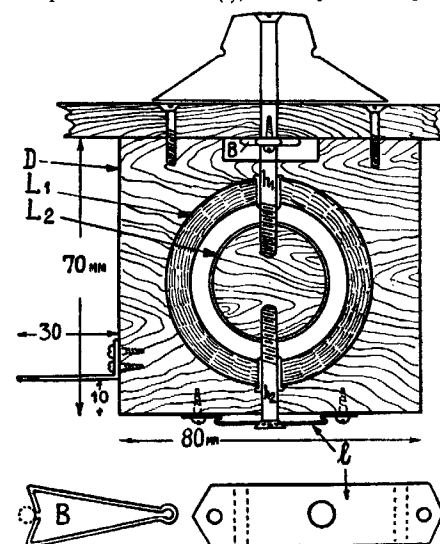
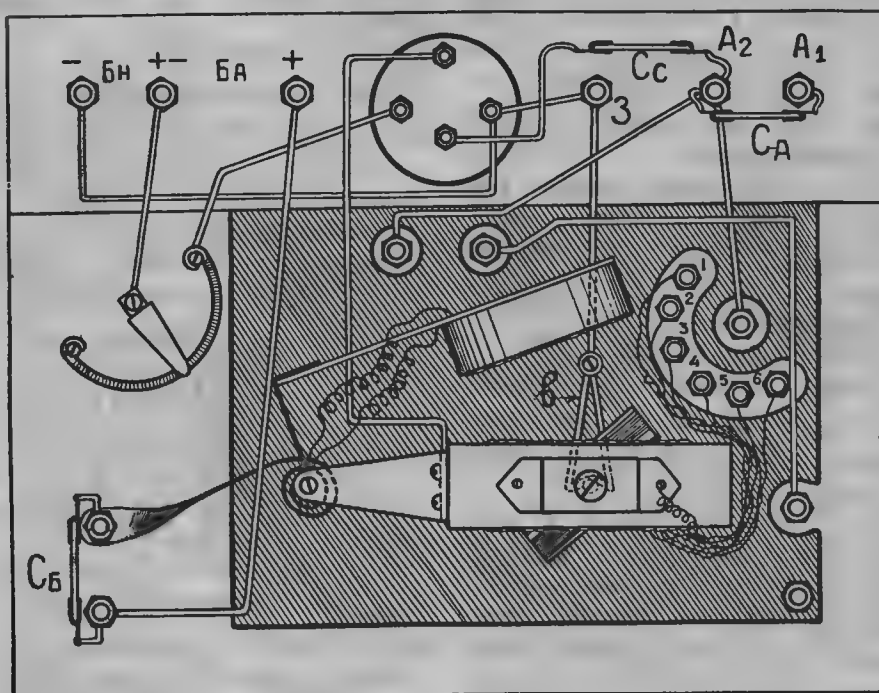

Рис. 3. Вариометр.
Рис. 5. Монтажная схема.
Сборка вариометра. На рисунке 3 представлено схематически устройство вариометра; части, из которых он состоит, следующие: катушка  $L_1$ , катушка  $L_2$ , деревянная колодка (D), два шурупа ( $h_1$  и  $h_2$ ), фигурная пружина (B) из бронзовой проволоки и латунная полоска (I); (рис. 3 справа).
кружок толстой бумаги, например, из открытки. С шурупом  $h_1$  должен быть осуществлен тупой контакт, для чего служит проволоочная фигура (B) (см. рис. 3). Она привинчивается за свою узкую часть с петлей перед вариометром (см. рис. 5), так чтобы ее два сходящиеся конца упруго прижались к шурупу; надо также позаботиться, чтобы она имела достаточно хорошее соединение с экраном.
ранее к боку колодки вариометра (см. рис. 3). Винт (F) одновременно служит опорой для оси и для связи одного из концов катушки с полоской (E). Вместе с винтом в это же отверстие входит и указанный конец катушки, другой конец приключается к телефонному гнезду через ленту (D) из тонкой листовой латуни, один конец которой поджат под гайку телефонного гнезда (указано на рис. 5 и 7), а к другому, согнутому пружинкой вокруг оси, припаян конец катушки и место спая крепко вставляется в маленькую дырку на оси. Таким образом, при движении катушки ее концы не подвергаются опасности быть оборванными. Однако включение катушки обратной связи в схему с первого раза может быть и неправильным, поэтому прежде чем делать указанное устройство выводов, нужно после того, как приемник окончательно собран, попеременно присоединить ее концы непосредственно к телефонному гнезду и к пластинке (E), соединенной с анодом лампы; при правильном включении, как известно, будет получаться генерация (щелчок в телефоне или свист). Нужно заметить, что так как катушка имеет вращение в пределах меньше чем 180°, то деления нормальной рукоятки будут использованы не все, именно при стоградусной шкале вращение ее будет примерно от 0° до 65°.